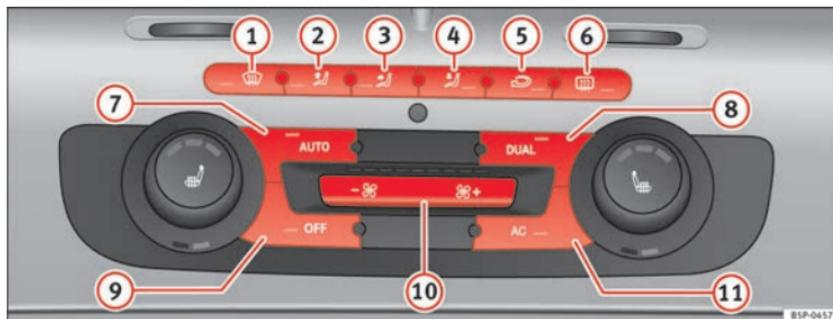

Fig. 133 Comandos do 2C-Climatronic no painel de instrumentos.
- Para activar o modo manual premir um dos botões do ⇒ página 170, fig. 133  ao , ou premir os botões do ventilador . A função seleccionada aparecerá no visor do rádio ou do navegador.
- Premir o botão  ⇒ página 170, fig. 133 , para ligar e desligar o modo de recirculação de ar. Está ligada se no visor é apresentado o símbolo .